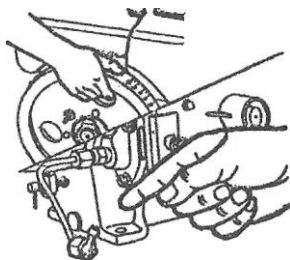

Рис.10
(1) Аккуратно поворачивайте маховик в рабочем направлении вращения до тех пор, пока топливо не начнет вытекать из открытого конца топливной магистрали; проверьте, совпадает ли метка на бачке с меткой на краю маховика в пределах 20-24° от верхней мертвой точки. В случае несовпадения требуется регулировка (Рис. 10).